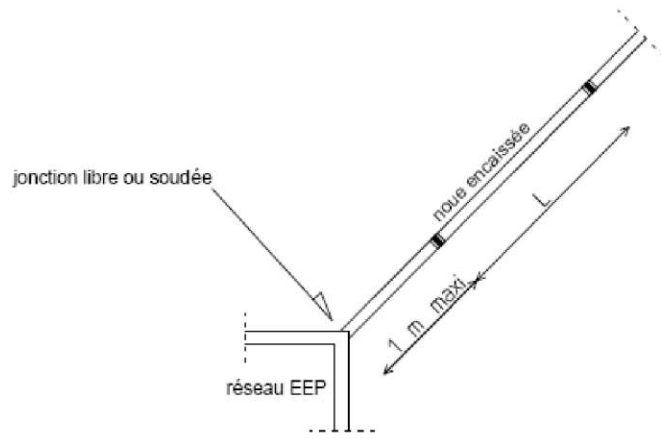

Figure 7 – Noue encaissée (L défini au tableau 3)
2.3.3. Cas des noues encaissées (cf. figure 7)
La dilatation des bandes de noues se développe vers l'aval et le premier Joint de dilatation est à 1 m maximum du pied de noue. Pour les autres joints, c'est la distance « L » (cf. tableau 3) qui doit être prise en compte (cf. figure 7).